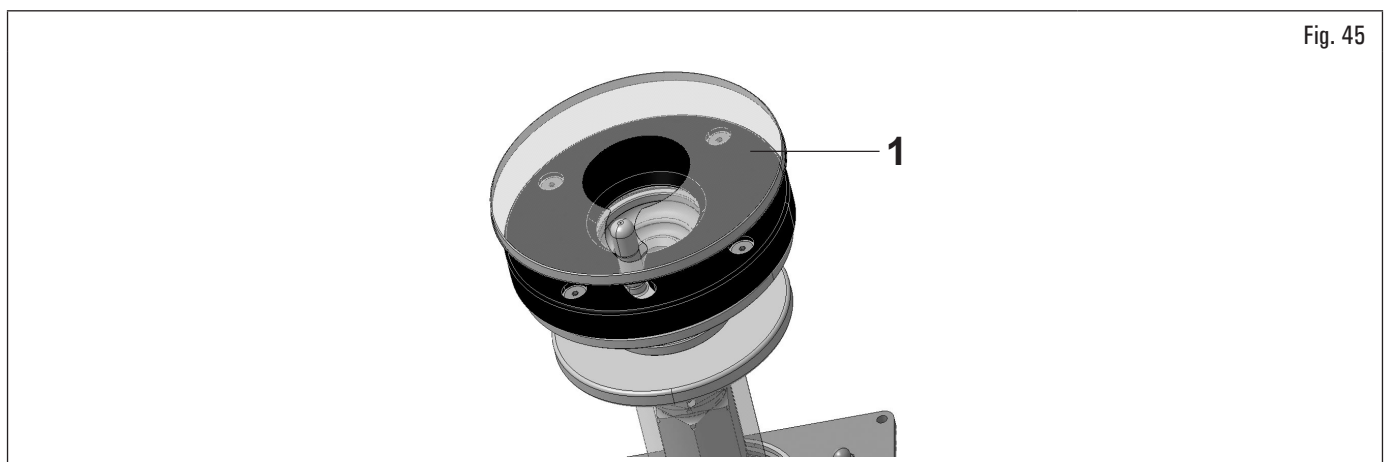

Fig. 45
En caso de utilizar ruedas volcadas, para proteger la llanta aplicar en la plataforma de goma la protección (Fig. 45 ref. 1) suministrada. Se recomienda su sustitución si se presentan daños visibles (véase Fig. 45).